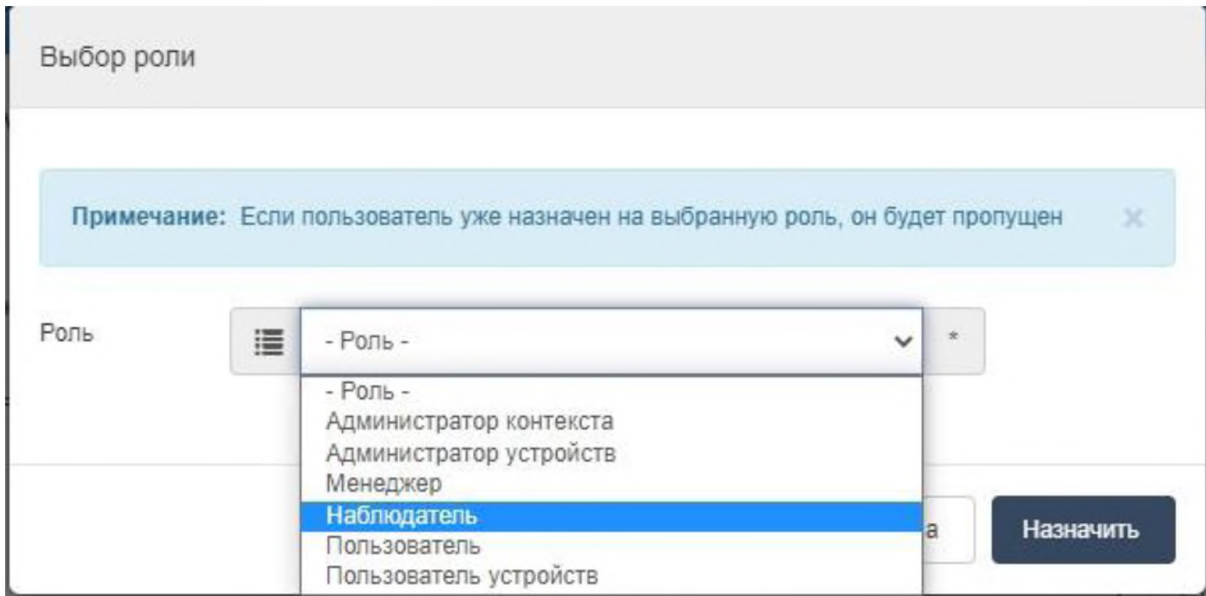

Рисунок 26 – Выбор роли
- б) Выберите роль и нажмите **Назначить** (рис. 26).